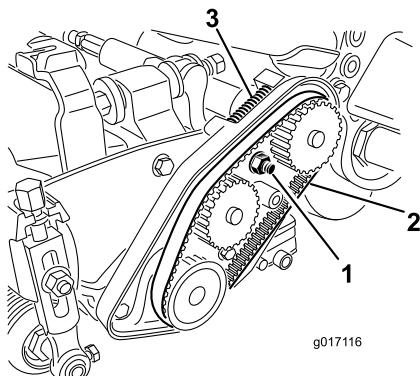

図 42
- A. ベアリングハウジング取り付けナットをゆるめる (図 42)。
- C. ベルトケース内部や圧縮スプリングについているごみをきれいに取り除く (図 42)。